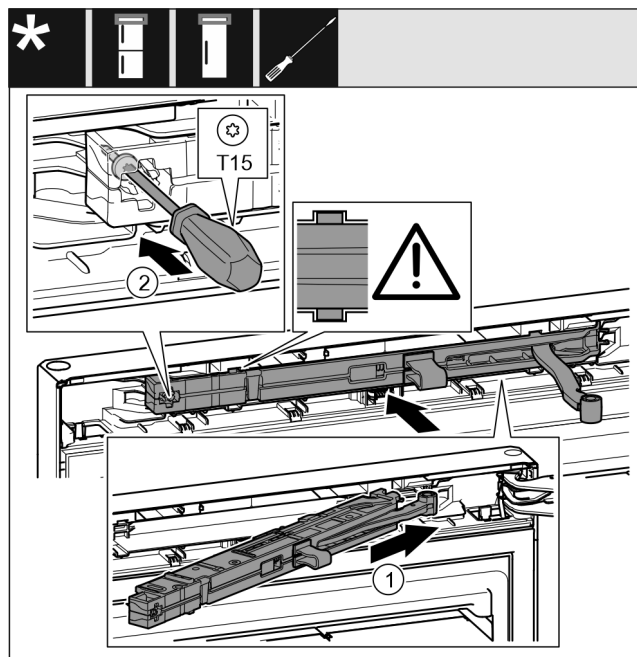

Fig. 24
- ▶ Tolja be ferdén, ütközésig a záráscsillapító egységet Fig. 24 (1) a mélyedésbe a csapágybak felőli oldalán.
- ▶ Húzza meg a csavart Fig. 24 (2) csavarhúzóval.